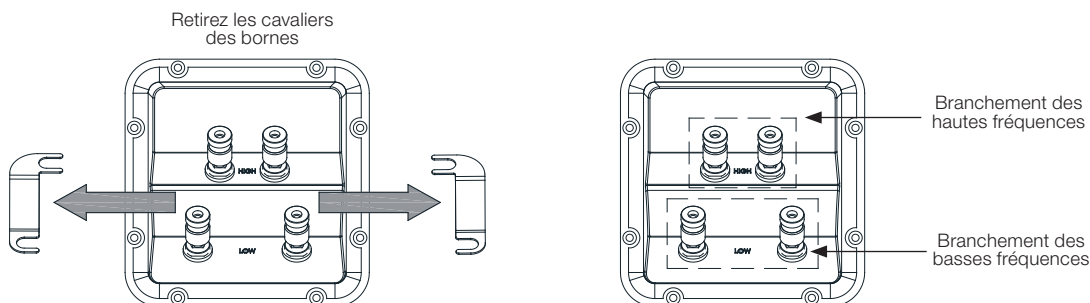

Figure 9
(Figure 9)
4. Avant d'installer l'enceinte qui sera bicâblée ou bi-amplifiée, retirez les deux cavaliers plaqués or de la cavité des bornes en dévissant les bornes. Rangez les cavaliers soigneusement pour une utilisation future. Assurez-vous de serrer les bornes des fils BF et HF. (Figure 9)